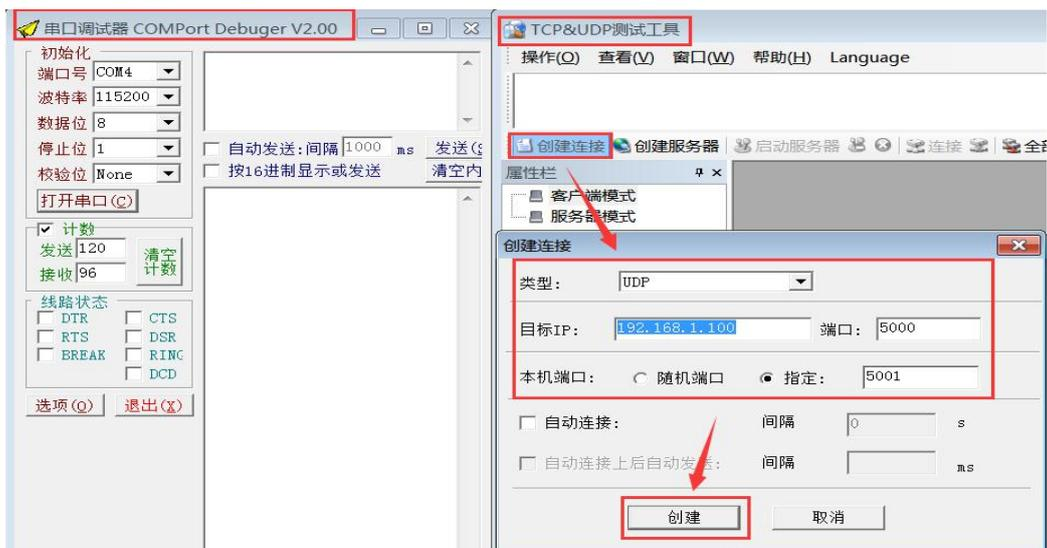

图 5.16
6. 同时打开串口调试器和 TCP&UDP 测试工具，在 TCP&UDP 测试工具中，点击“创建连接”→选择“类型”为 UDP，设置“目标 IP”和“端口号”→“本机端口号”选择指定端口号，输入目标端口号→“创建”。如图 5.16 所示。